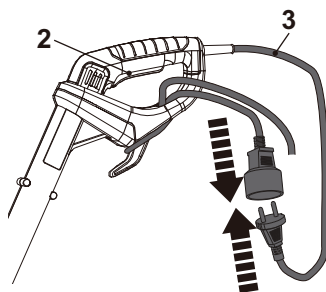

Fig. 3
4. Conecte el cable de alimentación (3) a la toma del alargador (Fig. 3).